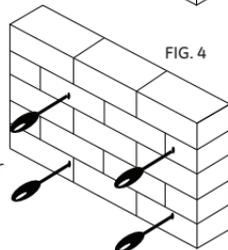

FIG. 4
4. Inserte un anclaje para hormigón (C) en cada orificio de manera que quede al ras con la superficie de hormigón (ver fig. 4). Se puede usar un martillo para golpear ligeramente los anclajes en su lugar, si es necesario.